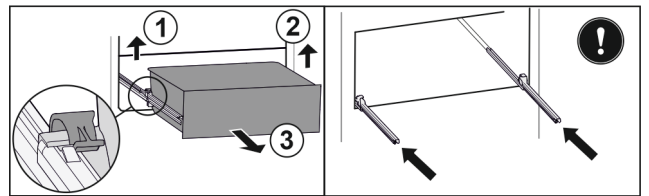

Fig. 112
- ▶ Підняти лівий затискач і одночасно висувний ящик ліворуч потягнути вперед. Fig. 112 (1)
- ▶ Підняти правий затискач і одночасно висувний ящик праворуч потягнути вперед. Fig. 112 (2)
- ▶ Вийняти висувний ящик рухом вперед. Fig. 112 (3)